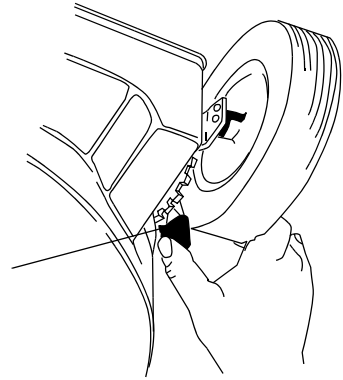

Figure 12
- Pour accroître la hauteur de coupe, poussez le levier vers l'avant de la tondeuse pour les roues avant, et vers l'arrière de la tondeuse pour les roues arrière (voir Figure 12).